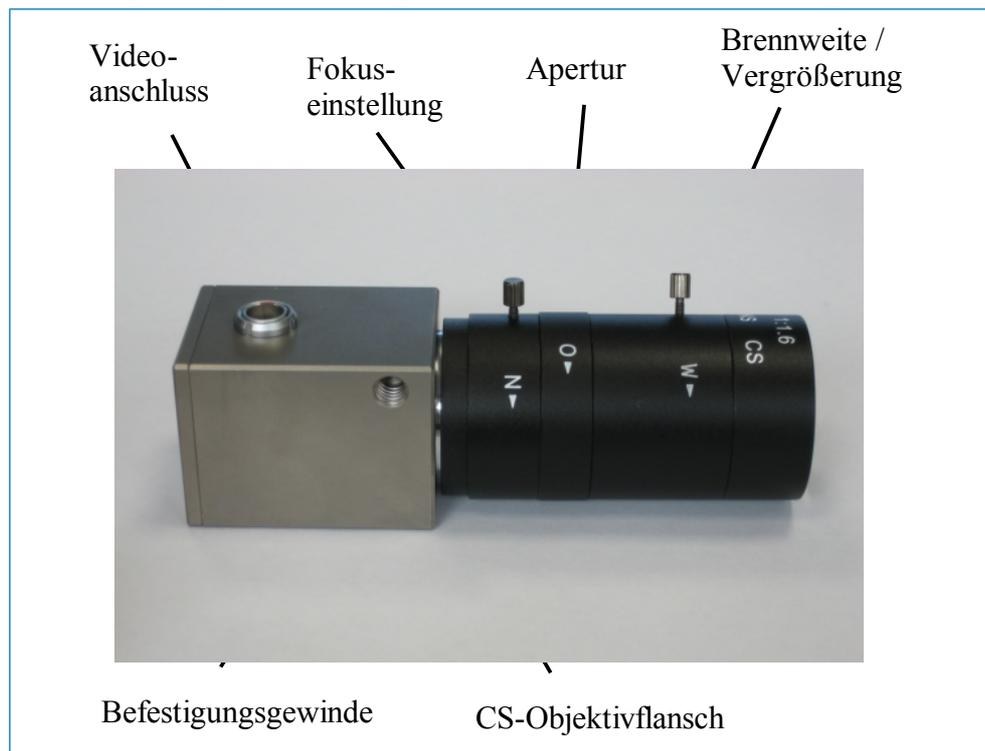

Abbildung 1:
Abbildung 1 zeigt das Kameragehäuse mit montiertem Vario-Objektiv.
- Die **Brennweite** definiert die Vergrößerung des aufgenommenen Bildes. Sie kann durch Drehen des vorderen Rings verstellt werden (siehe Abbildung 1).
Die Positionen der Ringe für Brennweite und Fokuseinstellung können mittels zweier Schrauben arretiert werden (siehe Abbildung 1).